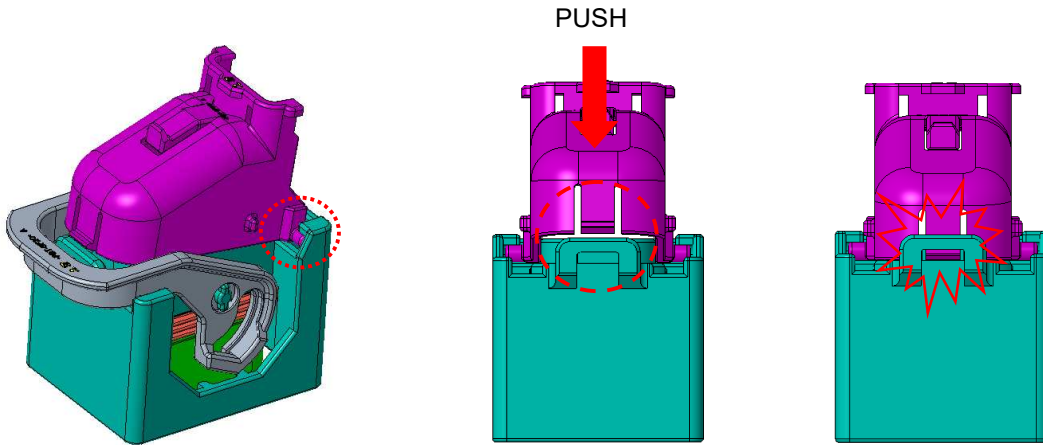

Fig. 11
(2) COVER의 돌기를 PLUG ASS'Y의 홀에 안착 후 COVER를 눌러 최종 조립을 완료한다.(Fig.11 참조)